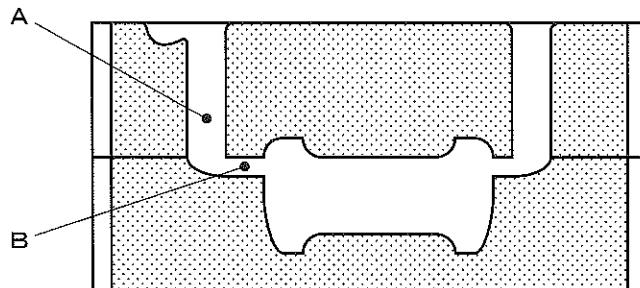

図3
- (1) 鋳造で作られた製品を(a)という。
- (2) 溶融金属を冷却していくと固体になる。この時の温度を(b)という。
- (3) 水で湿らせた鋳物砂で作られた型を(c)という。
- (4) 図3は鋳型の断面を示したものである。Aの部分を(d), Bの部分を(e)という。